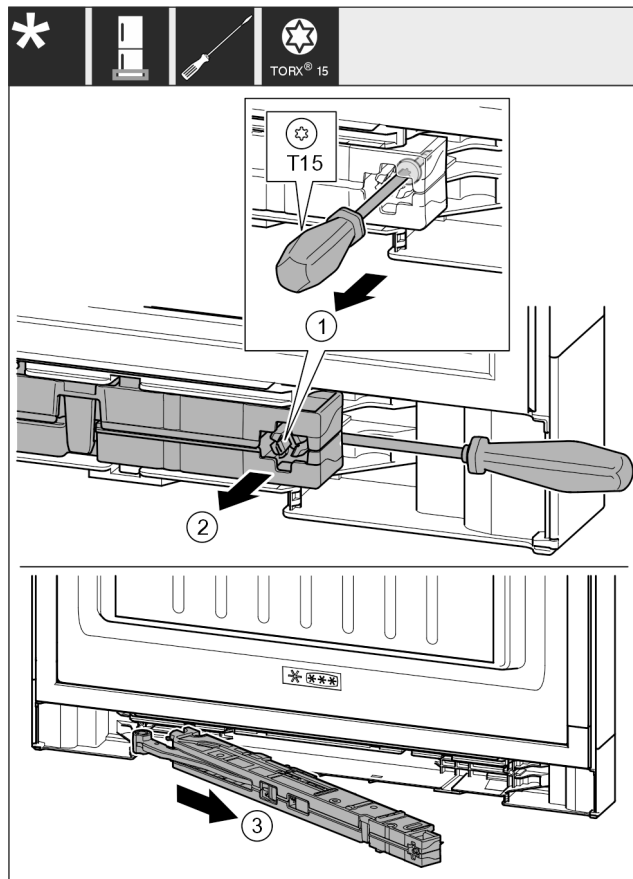

Fig. 17
- Desfaceți aprox. 14 mm șurubul de la unitatea amortizorului de închidere cu șurubelnița T15. Fig. 17 (1)
- Introduceți o șurubelniță pe partea mânerului în spatele unității amortizorului de închidere. Rotiți unitatea spre înainte. Fig. 17 (2)
- Scoateți unitatea. Fig. 17 (3)